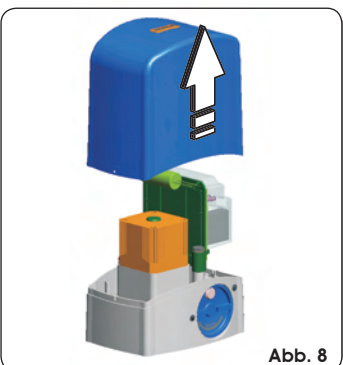

Abb. 8
- ① Die Schutzabdeckung entnehmen und nach oben ziehen, Abb. 8.